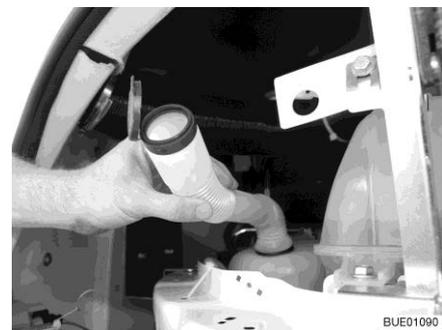

Fig. 53 Tubo de llenado en posición de llenado
- Girar la manguera flexible de tal manera que la abertura de llenado muestre hacia arriba (Fig. 53).